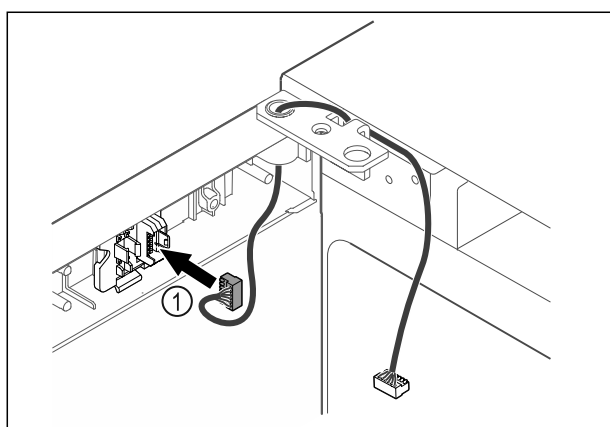

Fig. 43
- Вставьте штекер Fig. 43 (1) в держатель.